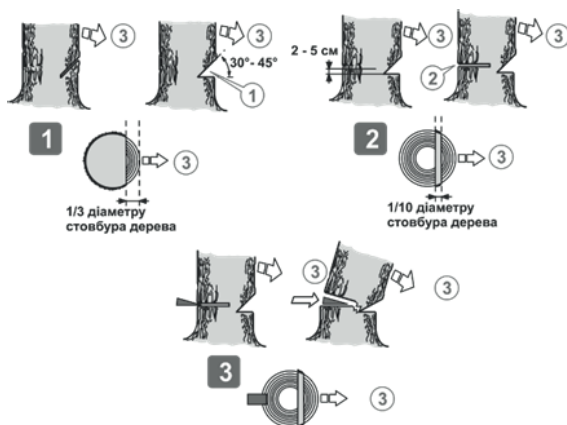

Рисунок 10. Послідовність різання під час валки дерева.
4. Запустити двигун. Пиляти дерево з того боку (3, рис. 10), куди воно має впасти (рис. 10). Під час пиляння не робити рухи тілом вперед-назад.
5. Виконати клиноподібний розпил (1, рис. 10) під кутом 30° – 45° , глибини якого приблизно дорівнює $1/3$ від товщини стовбура.
6. Виконати валочний розпил (2, рис. 10) із протилежного боку від клиноподібного розпили, на $2,5$ – 5 см вище нижнього краю клиноподібного розпили. Зупинити валочне розпилювання, коли до внутрішнього краю клиноподібного розпили залишиться приблизно $1/10$ діаметра стовбура.